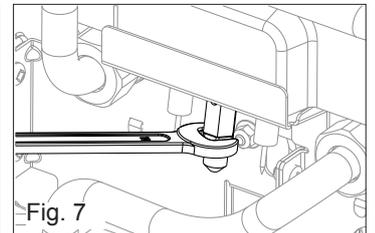

Fig. 7
- Extraiga el inyector piloto (fig. 7)